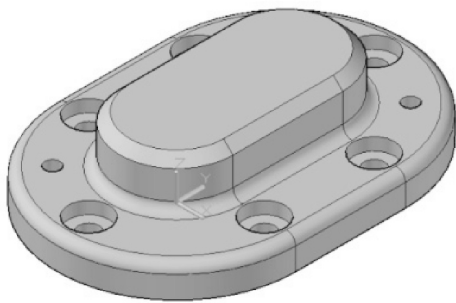

图 10-21 三维机械零件模型（泵盖）
1) 打开本书配套光盘中的“剖切.dwg”文件。在该文件中，存在着一个图 10-21 所示的三维机械零件模型（泵盖零件）。启用正交模式、对象捕捉和对对象追踪等模式。